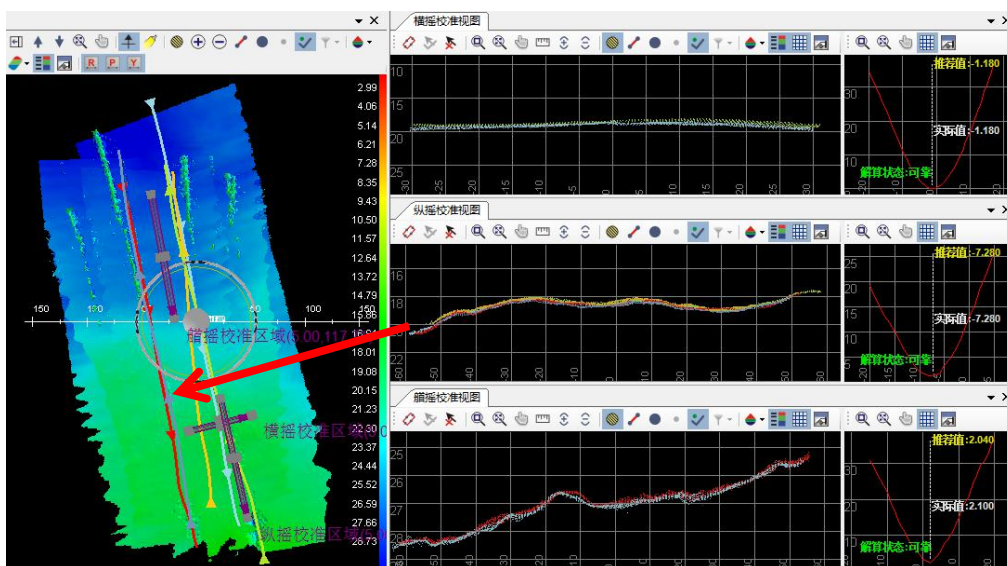

图 11.4 纵摇校准
(4) 点击『纵摇校准视图』的  按钮，然后在『安装校准视图』中的 3D 视图界面，找到两个测线文件重叠比较好的地方，并且处于斜坡位置，选择的区域位置最好斜坡方向与测线方向保持基本平行，并沿着斜坡方向拉一个矩形的校准区域，然后调整区域的宽度和位置，观察右侧校准曲线的变化，校准曲线呈现为光滑的漏斗状表明选择的区域比较适合作为校准区域。选择纵摇校准区域后，软件会自动计算出一个推荐纵摇校准值，如果选择使用该推荐值，请在“实际值”栏中输入该推荐值或者点击 ，然后根据实际需要进行手动调整纵摇校准值，使选择区域的两条测线重合，如图 11.4 所示。